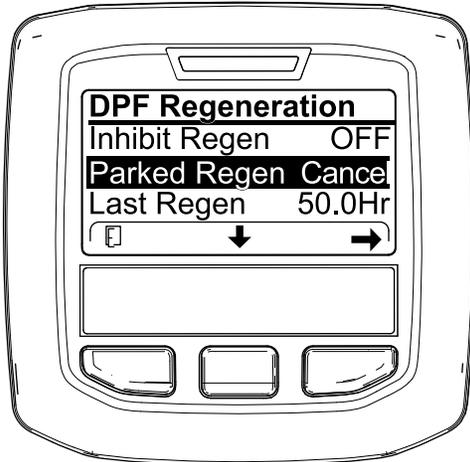

Figura 63
1. Accedete al menu DPF Regeneration (Rigenerazione FAP) (Figura 63).
2. Premete il pulsante centrale per scorrere il menu verso il basso fino all'opzione PARKED REGEN CANCEL (Figura 63) o all'opzione RECOVERY REGEN CANCEL (Figura 64).
3. Premete il pulsante destro per selezionare la voce Cancel relativa alla rigenerazione (Figura 63 o Figura 64).